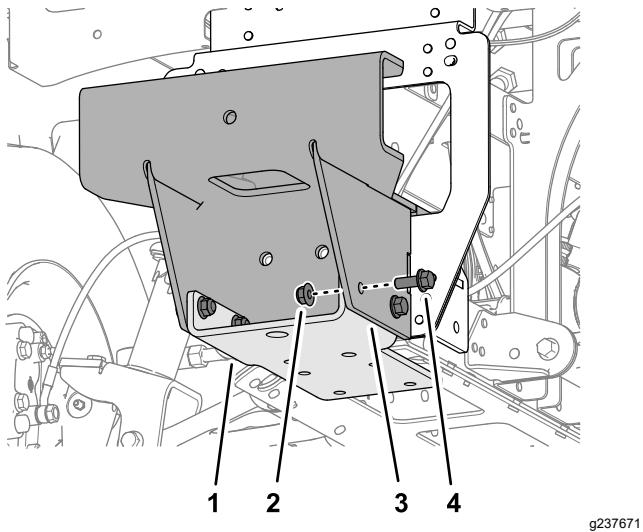

Figura 49
2. Montate, senza serrarla, la staffa inferiore sul supporto del raccattapalle (Figura 49) con 4 bulloni a testa flangiata (3/8" x 1") e 4 dadi di bloccaggio flangiati (3/8").
5. Rimuovete i 4 bulloni a testa flangiata ($\frac{3}{8}$ " x 1"), i 4 dadi di bloccaggio flangiati ($\frac{3}{8}$ "') e la staffa inferiore dal supporto del raccattapalle (Figura 49).